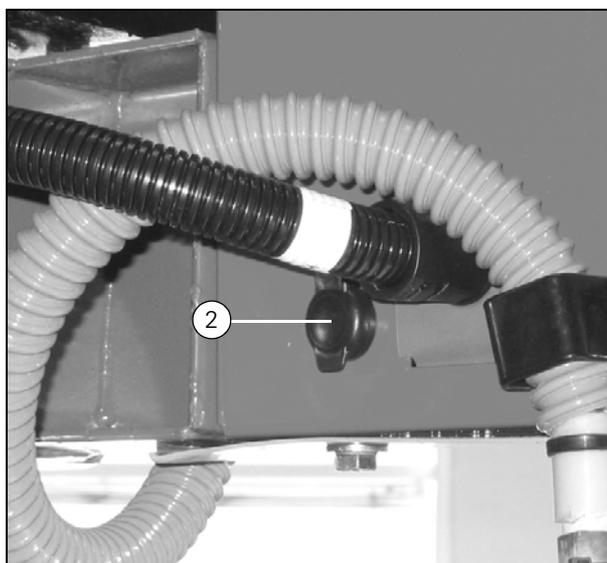
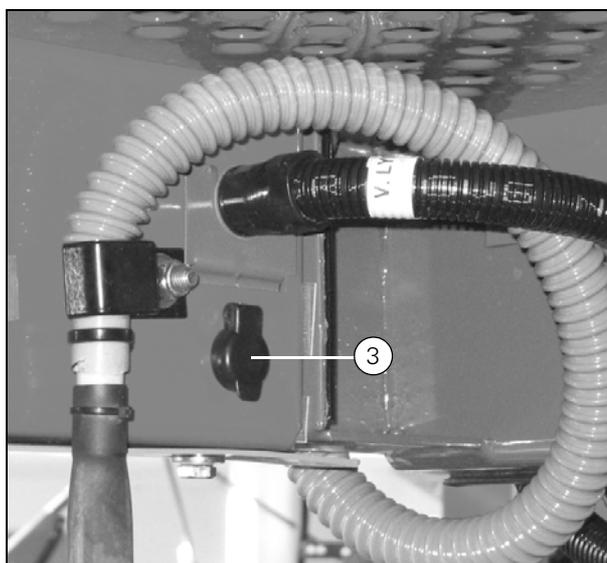
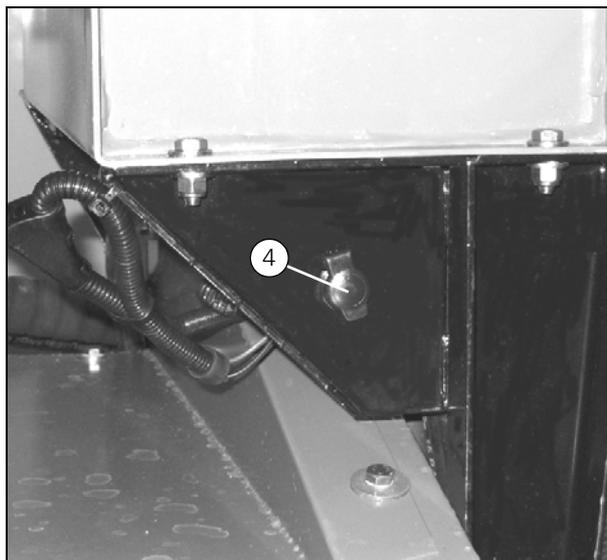
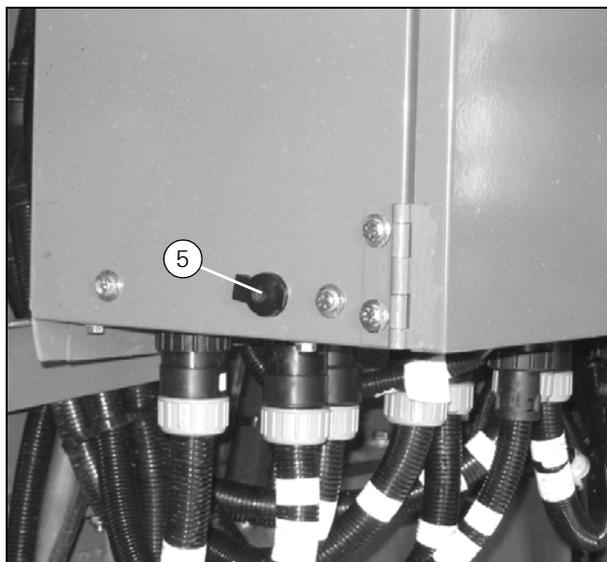

Рисунок 4
Рисунок 5
Рисунок 6
Рисунок 7
\(Рис. 3\), \(Рис. 4\), \(Рис. 5\), \(Рис. 6\) и \(Рис. 7\)
- В корпусе правой лампы (2) \(Рис. 4\)
- В корпусе левой лампы (3) \(Рис. 5\)
- В моторном отсеке (4) \(Рис. 6\)
- В электрической коробке (5) \(Рис. 7\)